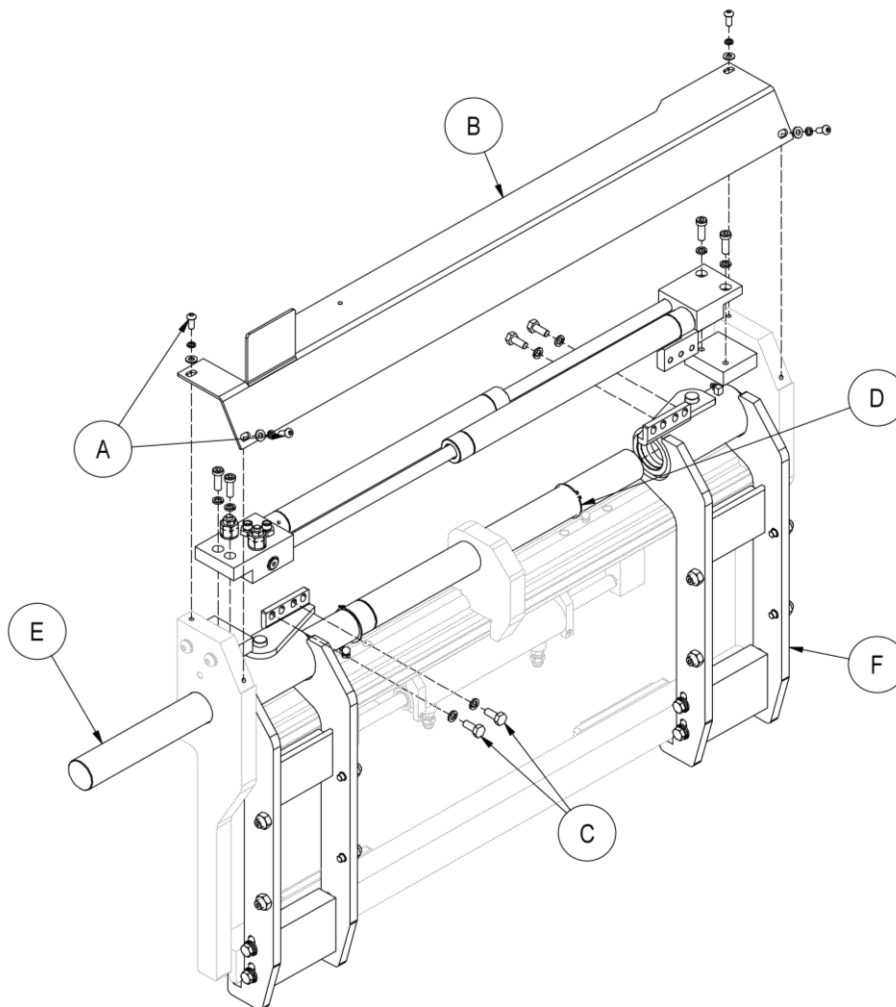

Figura 25
4. Svitare le viti **A** (con le relative rondelle) e rimuovere la lamiera **B** (vedi *Figura 25*).
5. Rimuovere le viti **C** (vedi *Figura 25*).
6. Allentare l'anello elastico **D** che blocca la barra e rimuoverlo dalla sua sede, posizionandolo ad una distanza sufficiente per poter rimuovere il fodero sullo stesso lato (vedi *Figura 25*).
7. Con l'ausilio di un martello gommato, spingere delicatamente la barra **E** (vedi *Figura 25*).
8. Rimuovere con attenzione il fodero **F** (vedi *Figura 25*).